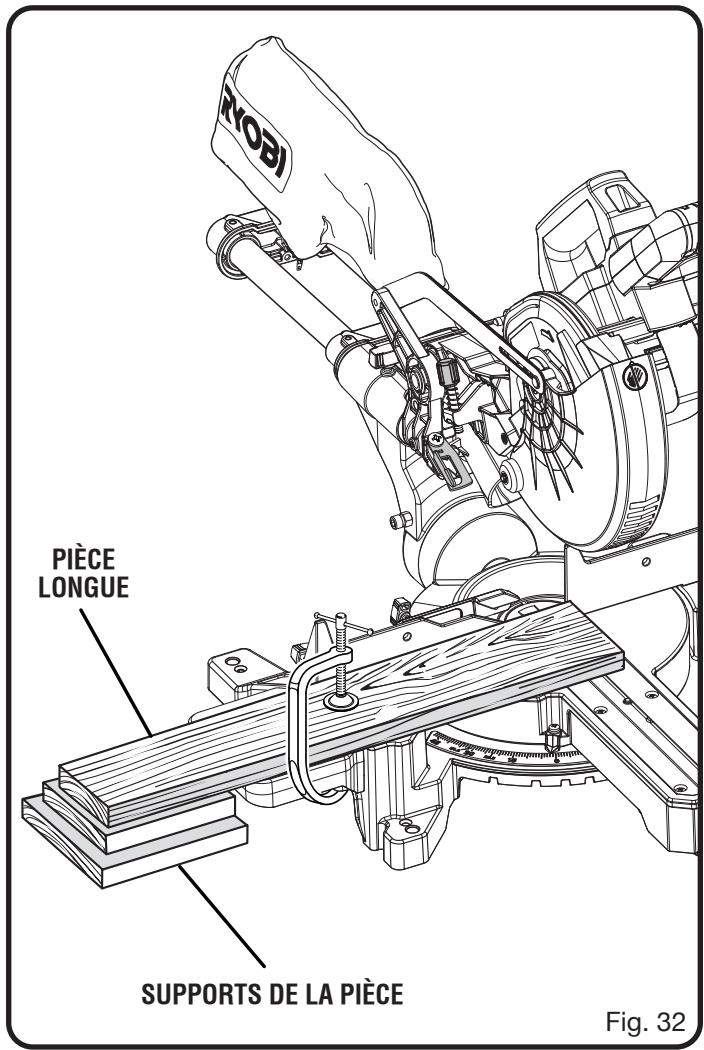

Fig. 32
- Lors de la coupe de planches ou de moulures longues, soutenir l'extrémité libre de la pièce avec un chevalet à rouleau ou un plan de travail se trouvant au même niveau que la scie. *Voir la figure 32.*
- Lors de la coupe de longues pièces ou moulures, retenez l'extrémité opposée de la pièce avec un support à rouleau ou une surface de travail de niveau avec la table de la scie. *Voir la figure 32.*
*Voir la figure 32.*
- Lors de la coupe de planches ou de moulures longues, soutenir l'extrémité libre de la pièce avec un chevalet à rouleau ou un plan de travail se trouvant au même niveau que la scie. Voir la figure 32.